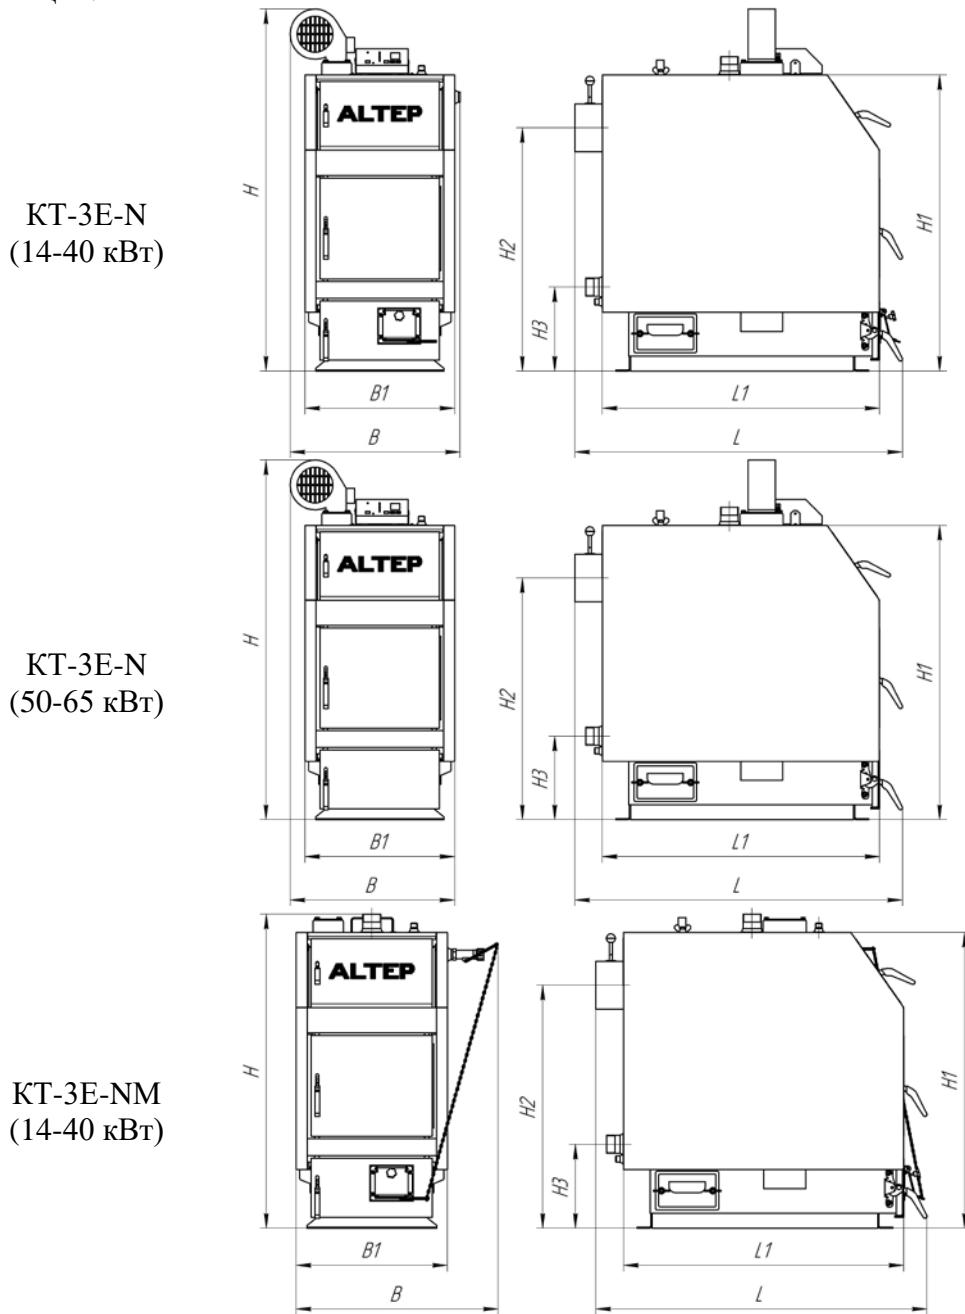

Рисунок 1 – Габаритне креслення котла типу КТ-3Е-N (NM)
Основні технічні характеристики котлів типу КТ-3Е-N (NM) (рисунок 1) наведені в таблиці 1.